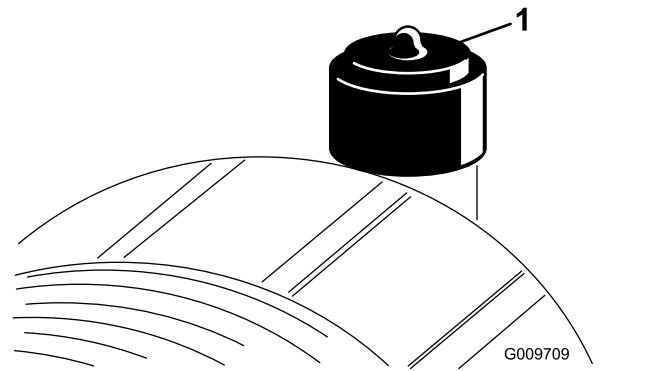

Bild 75
Warten Sie den Luftfilter nur, wenn die Wartungsanzeige dies angibt (Bild 75). Das frühzeitige Auswechseln des Luftfilters erhöht nur die Gefahr, dass Schmutz in den Motor gelangt, wenn Sie den Filter entfernen.
2. Stellen Sie die Anzeige (Bild 75) zurück, wenn sie auf Rot steht.